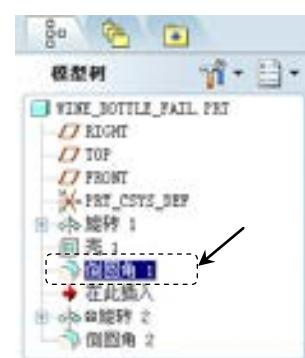

图 5.21.2 模型树
Step2. 在图5.21.2所示的模型树中，先单击完全圆角标识 圆角 1 ，然后右击，从弹出的快捷菜单中选择 编辑(E) 命令。